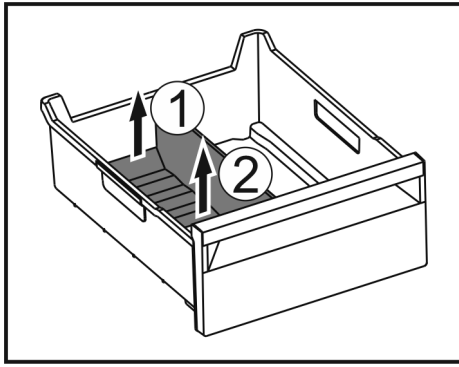

Fig. 190
- ▶ 提升冰格分隔器后部。 Fig. 190 (1)
- ▶ 向上取出冰格分隔器。 Fig. 190 (2)